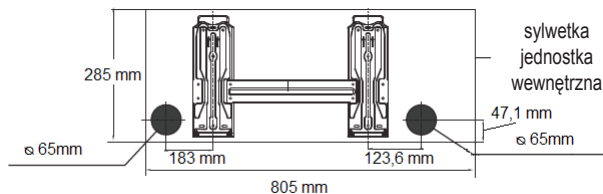

fig. 8 -
1. Wyjąć wcześniej przyciętą płytę (A-"fig. 8 -") w żądanym kierunku.